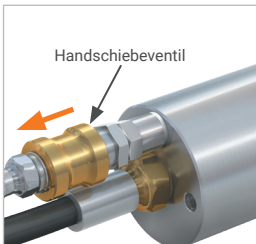

Abbildung 8
- ▶ Schieben Sie die Schiebehülse des Handschiebeventils (Pos. 6) zurück (Abbildung 8). Der anliegende Steuerdruck wird entlüftet. Die Frontdichtungen (Pos. 7) / die Hauptdichtungen (Pos. 8) werden entspannt, die Verbindung zum Prüfling wird gelöst und der Adapter kann gerade nach hinten abgenommen werden.